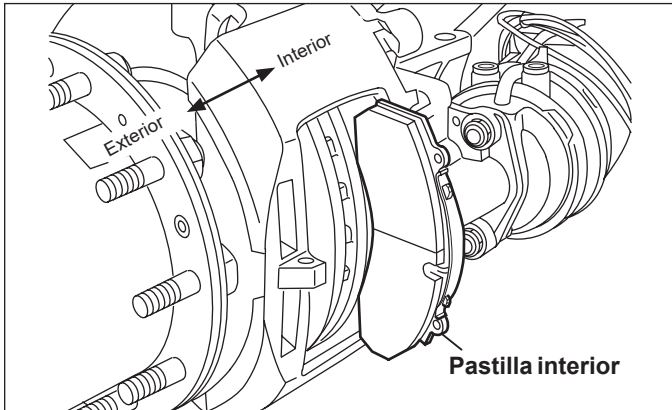

Figura 38 – Extracción de pastilla
5.2.9 Consulte la figura 38. Mueva la mordaza completamente hacia adentro y retire la pastilla interna, luego mueva la mordaza completamente hacia afuera y retire la pastilla externa.